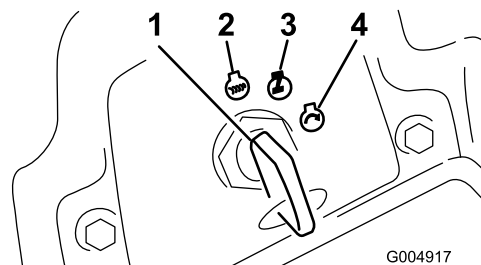

Figura 17
5. Girate la chiave di accensione in senso orario, in posizione di marcia RUN (Figura 17).
2. Girate la chiave di accensione in posizione OFF (Figura 17). Attendete che tutte le parti in movimento si siano fermate, prima di lasciare il posto di guida.